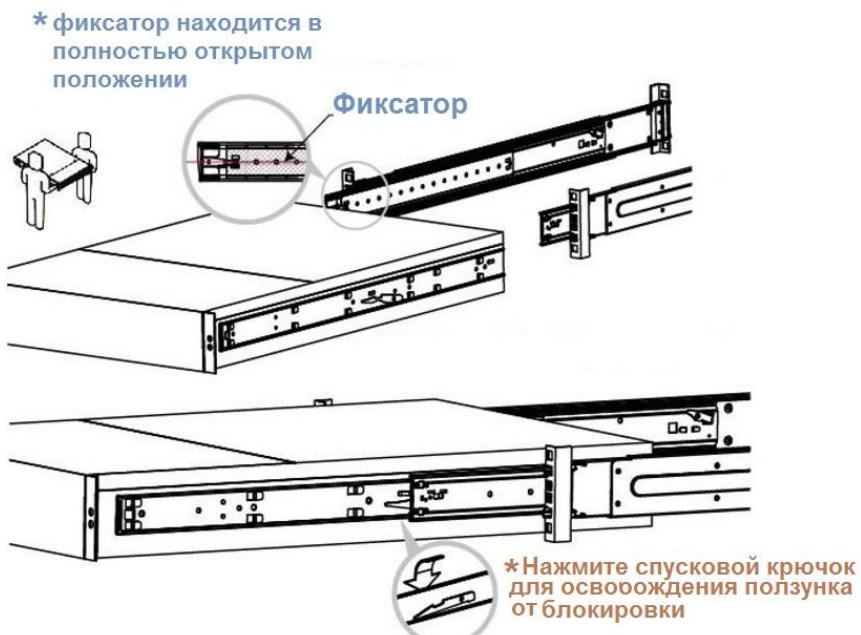

Рисунок 150 - Монтаж блока в шкаф
- 3) Установить блок в шкаф. Вставить внутренний элемент шасси, как показано на рисунке. Важно проверить, что перед установкой на шасси, фиксатор находится в полностью открытом положении. Если фиксатор не в полностью открытом положении при монтаже шасси, это может вызвать повреждение шасси. Во время сдвигания шасси обратно в шкаф, необходимо отпустить затвор от блокировки положения, нажав на спусковой крючок (см. Рисунок 150).